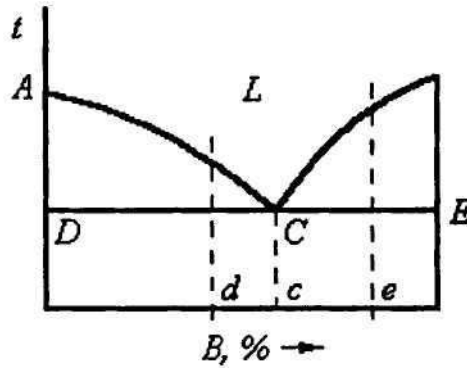

Рис. 3.15. Диаграмма состояния сплава
3.7. В каком из сплавов эвтектическая реакция займет больше времени, если скорость кристаллизации во всех сплавах одинакова (рис. 3.15)?